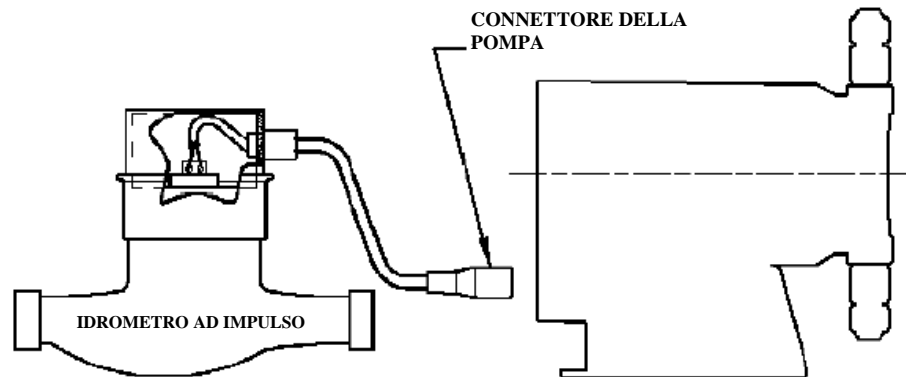

FIGURA 12
- La tipica connessione tra pompa ed idrometro ad impulso è illustrata nella figura 12.